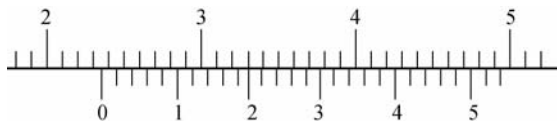

图 5-48 读数示例
①读整数。读出游标零线左边最靠近零线的尺身刻度值,该数值就是被测件的整数值。
②读小数。找出与尺身刻线对准的游标刻线,将其数值乘以游标分度值 0.02 mm 所得的积,即为被测件的小数值。
③整个读数。把整数和小数两次读数值相加,就是被测工件的整个读数值。读数示例如图 5-48 所示,读数为 $23+10\times 0.02=23.20$ mm。